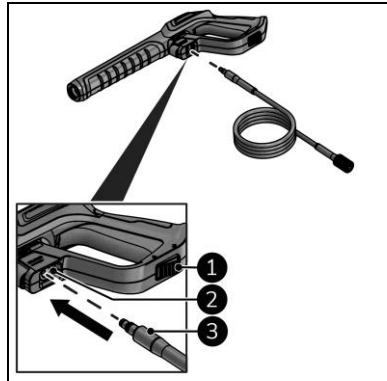

Figure 11
1. Assurez-vous que le verrouillage de sécurité sous la gâchette est bloqué (figure 11, pos. 1).
2. Raccordez le tuyau haute pression (figure 11, pos. 2) au pistolet à jet (figure 11, pos. 2).